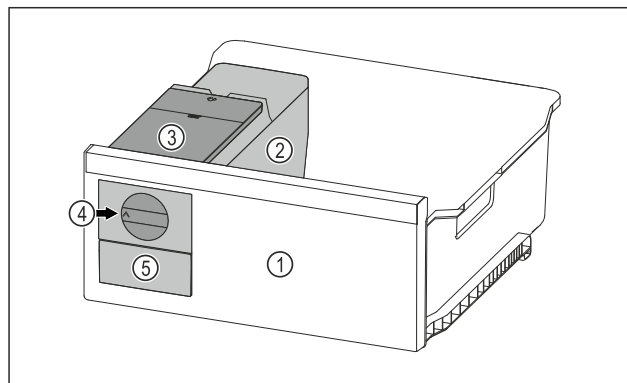

Fig. 150 Ілюстративне зображення
- Поворотну ручку Fig. 150 (4) повернути за годинниковою стрілкою до упору.
- Кубики льоду випадають із ванночки для кубиків льоду у висувний ящик для кубиків льоду Fig. 150 (5). Якщо не всі кубики льоду виймаються з ванночки для кубиків льоду: